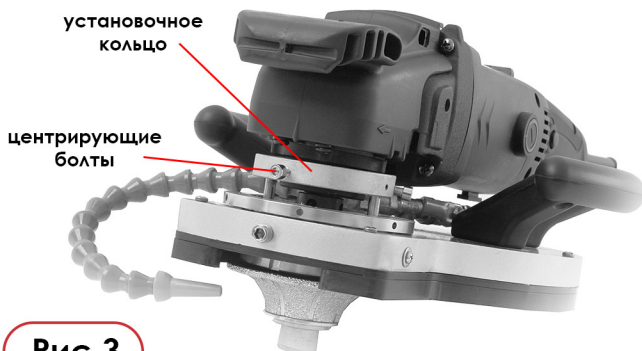

Рис.3
4. Установите универсальный электродвигатель на кантофрезерную базу, поместив шейку двигателя в установочное кольцо. Убедитесь, что наружная резьба выходного вала электродвигателя совпадает с внутренней резьбой кантофрезера, а центрирующие болты попадают в кольцевую канавку шейки электродвигателя (Рис. 3).